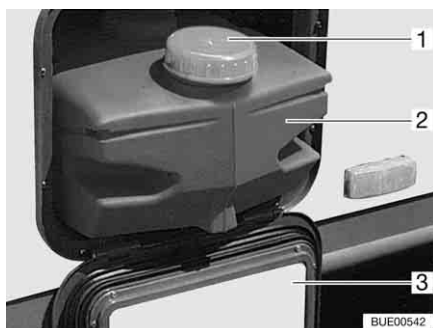

Fig. 163 Réservoir d'eau 22 l
Fermer le réservoir d'eau pendant le transport, à l'aide du couvercle de fermeture (Fig. 163,1).
- Ouvrir le portillon de service (Fig. 163,3) (voir chapitre 6).
- Soutirer le réservoir d'eau (Fig. 163,2).
- Soutirer le réservoir d'eau (Fig. 163,2) et le vidanger.